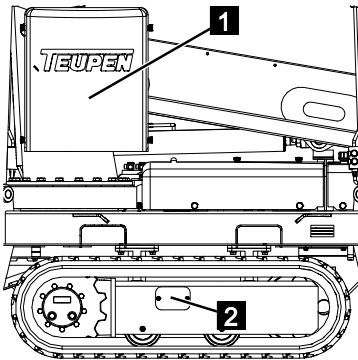

Abb. 141
10. Fettschiebekupplung säubern und wieder in die Hydraulikeinheit (Abb.141/1) verstauen.
11. Wartungsdeckel (Abb.141/2) festschrauben.